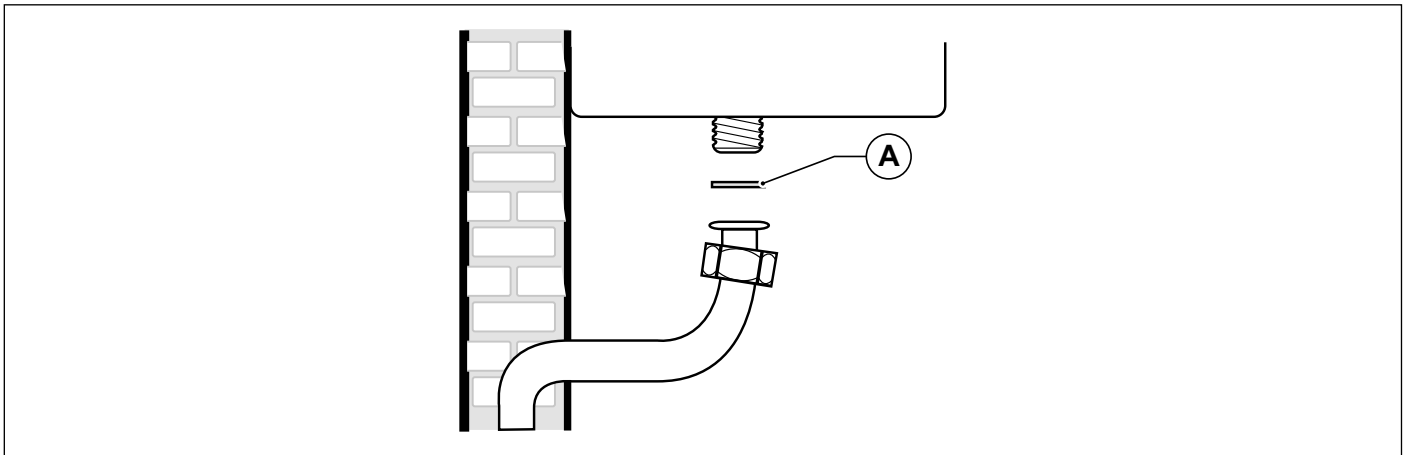

Fig. 21 Allacciamento alla rete del gas
E' OBBLIGATORIO, per collegare l'attacco gas della caldaia alla tubazione di alimentazione, interporre una guarnizione (A) a battuta di misure e materiali adeguati (vedi Fig. 21 Allacciamento alla rete del gas).